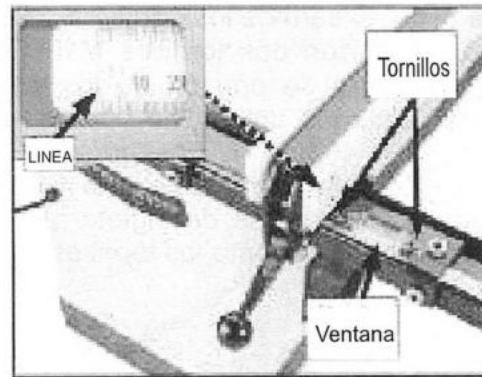

Figura 20. Alineación de la cinta de riel.
-Si tiene que corregir la posición de la línea del indicador, afloje los tornillos de la ventana del indicador, ajuste la ventanilla de puntero para que la línea es más la "marca 0 en la cinta (véase la Figura 20), a continuación, apriete los tornillos.